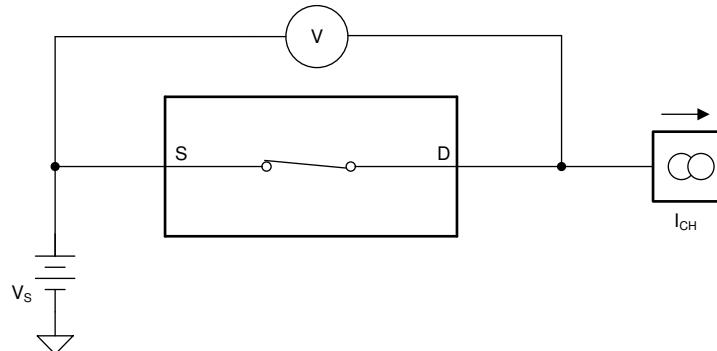

図 6-1. オン抵抗測定時の構成
TMUX6136 のオン抵抗は、デバイスのソースピン (Sx) とドレインピン (D) の間の抵抗値 ( $\Omega$ ) です。オン抵抗は、入力電圧と電源電圧によって変化します。オン抵抗は、記号  $R_{ON}$  を使用して示されます。 $R_{ON}$  の測定時に使用する構成を図 6-1 示します。この設定を使用して電圧 (V) と電流 ( $I_{CH}$ ) を測定し、 $R_{ON}$  は、式 1 に示すように計算します。